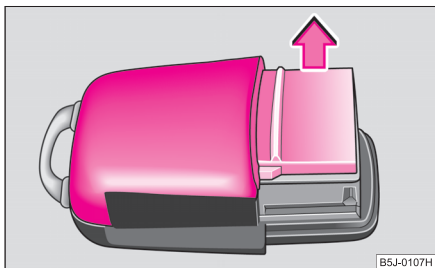

Fig. 19 Capacul carcasei emițătorului
- Scoateți capacul carcasei emițătorului ⇒ fig. 19 în sensul săgeții.